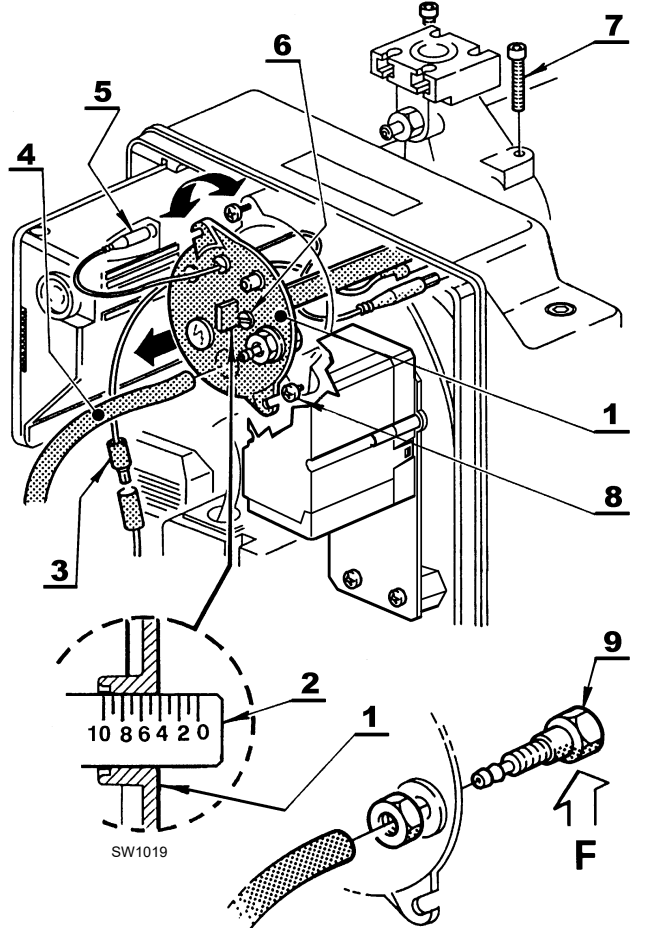

Fig. 13
Dipende dalla portata del bruciatore e si esegue ruotando in senso orario o antiorario la vite di regolazione 6 (Fig. 13) fino a che la tacca incisa sulla staffa di regolazione 2 (Fig. 13) coincide con il piano esterno del gruppo testa 1 (Fig. 13).
Per l'estrazione del gruppo testa (Fig. 13) è necessario:
Si raccomanda di non alterare la posizione di regolazione staffa-gomito 2) (Fig. 13) nella fase di smontaggio.
Rimontare con procedura inversa a quanto sopra descritto, riposizionando il gruppo testa 1) (Fig. 13) come in origine.
Avvitare le viti 7) (Fig. 13), senza bloccarle fino a battuta. Bloccarle con una coppia di serraggio di 3 - 4 Nm.
Controllare che, durante il funzionamento, non si verifichino perdite di gas dalle sedi delle viti. Qualora accidentalmente si allentasse la presa di pressione 11) (Fig. 13) si raccomanda il corretto fissaggio assicurandosi che il foro (F) (Fig. 13) posto nella parte interna del gruppo testa 1) (Fig. 13) sia rivolto verso il basso.